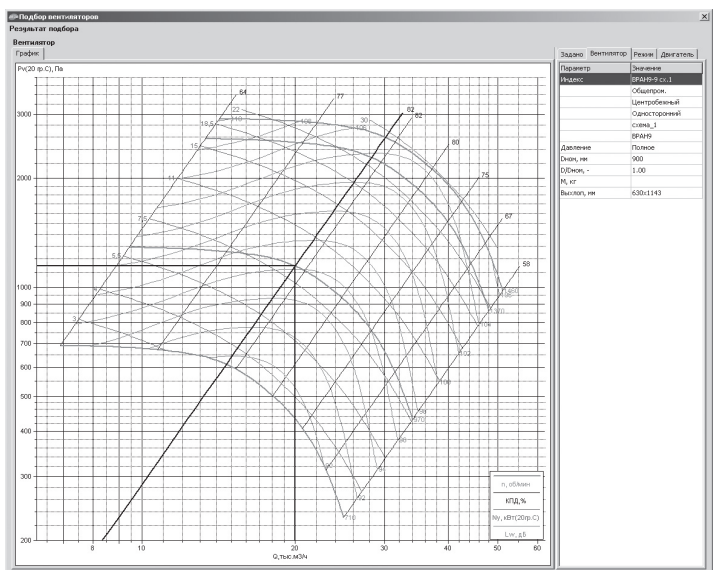

Рис. 10
5. Диалоговое окно подбора вентиляторов представляет процесс подбора вентиляторов в виде следующих основных этапов: первый этап — ввод исходных данных (рис. 8); второй этап — просмотр списка вентиляторов, удовлетворяющих условиям подбора, и выбор варианта решения (рис. 9); третий этап — просмотр полных данных по результатам расчета (рис. 10). За каждый этап отвечает самостоятельная диалоговая панель, смена этапов осуществляется нажатием кнопок «Далее» и «Назад». Если на последнем этапе диалог закончен нажатием кнопки «ОК», вариант подбора попадает в список выполненных расчетов.